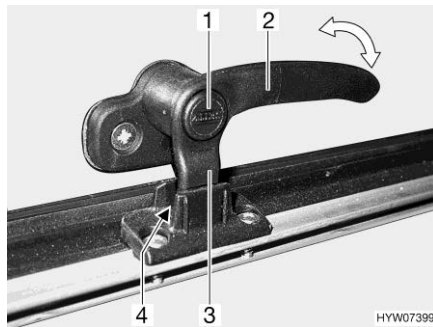
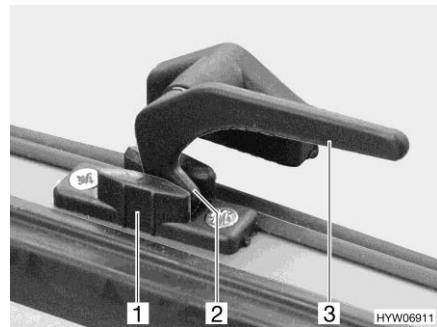

Bild 97 Låsarm med låsknapp i läget "kontinuerlig vädning"
Bild 98 Låsarm i läget "kontinuerlig vädning"
- I läget "kontinuerlig vädning" (Bild 97 och Bild 98)
- Tryck på låsknappen (Bild 97,1) om sådan finns och håll den nedtryckt.
- Sväng låsarmen (Bild 97,2 eller Bild 98,3) ett kvarts varv mot fönstrets mitt.
- Vrid tillbaka låsarmen. Därvid måste låsarmens låsspak (Bild 97,3 eller Bild 98,2) föras in i spåret på fönsterlåsen (Bild 97,4 eller Bild 98,1).
- Släpp låsknappen (Bild 97,1) om sådan finns.